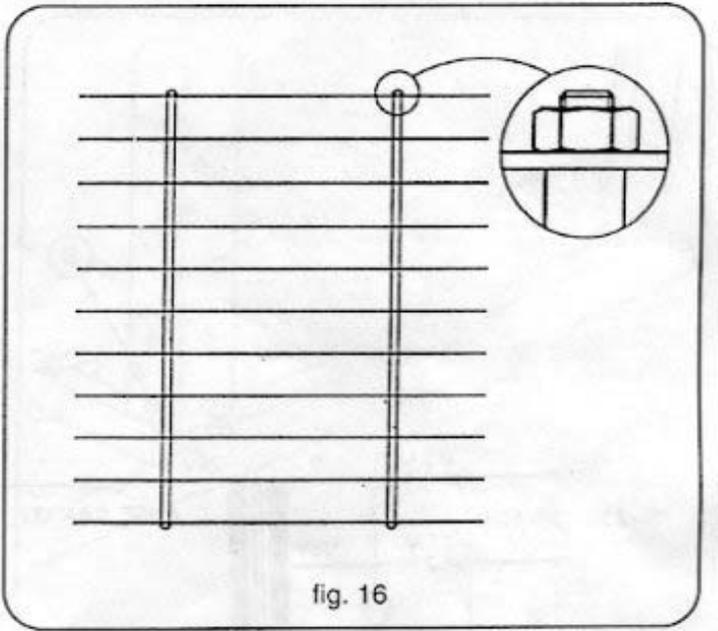

fig. 16
- Den Rost (Abb. 16) auf einer ebenen Oberfläche vorbereiten und mit 4 Schrauben M10 befestigen.